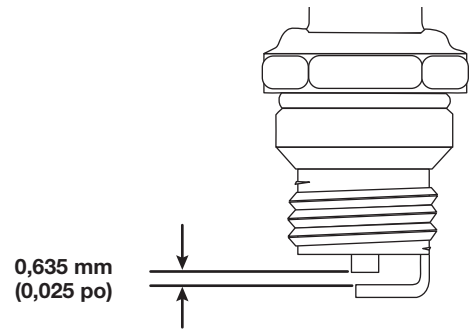

Fig. 20
4. Utilisez une jauge d'épaisseur pour régler l'écartement à **0,635 mm (0,025 po)** (Fig. 20).